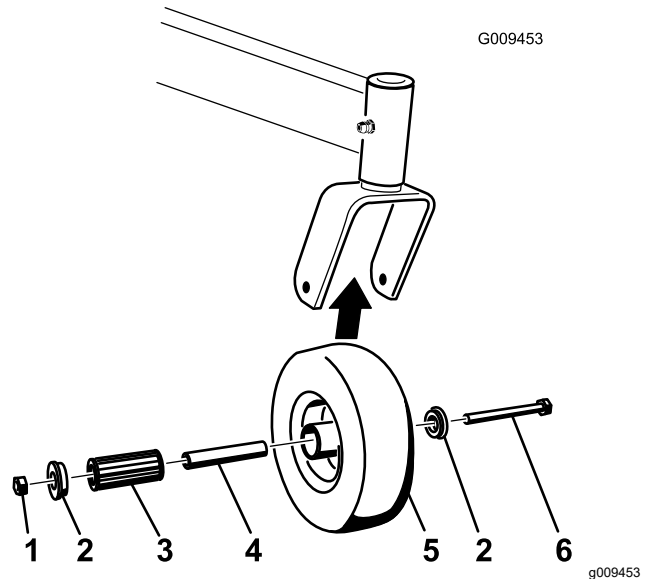

Figure 68
1. Enlevez le contre-écrou et le boulon qui fixent la roue pivotante à la fourche (**Figure 68**).
2. Enlevez une bague, puis sortez la douille pour clé et le roulement à rouleaux du moyeu de roue (**Figure 68**).
3. Enlevez l'autre bague du moyeu, puis nettoyez la graisse et les saletés éventuellement présentes dans le moyeu (**Figure 68**).
Remarque: Remplacez les pièces endommagées ou usées (**Figure 68**).
5. Placez une bague dans le moyeu (**Figure 68**).
6. Lubrifiez le roulement à rouleaux et la douille pour clé, et insérez-les dans le moyeu (**Figure 68**).
7. Mettez la deuxième bague dans le moyeu (**Figure 68**).
8. Montez la roue pivotante dans la fourche à l'aide du boulon et du contre-écrou (Figure 68).
9. Serrez le contre-écrou jusqu'à ce que la base de la douille pour clé soit en appui contre l'intérieur de la fourche (Figure 68).